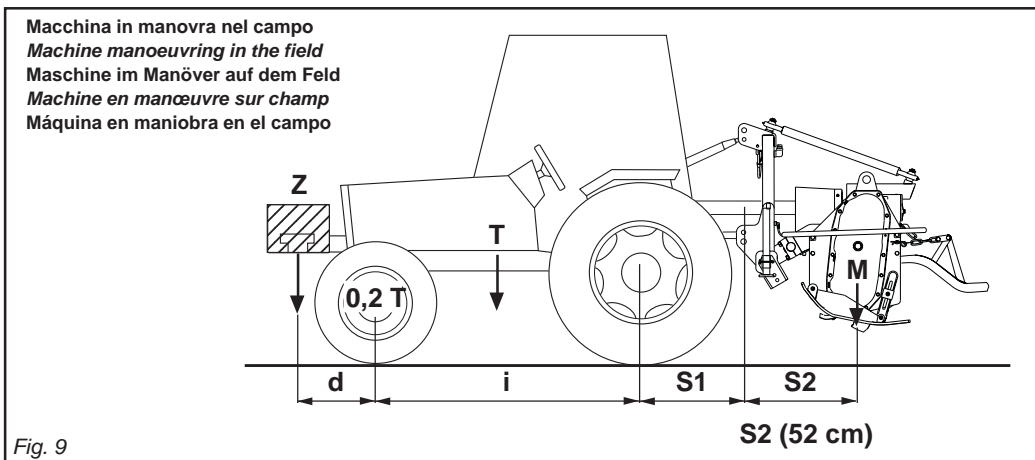

Fig. 9
3.5 VERIFICA CAPACITÀ DI SOLLEVAMENTO E STABILITÀ DELLA TRATTORE ABBINATA ALLA MACCHINA (Fig. 9)
3.5 CHECK THE LIFTING CAPACITY AND STABILITY OF THE TRACTOR TO WHICH THE MACHINE IS HITCHED (Fig. 9)
3.5 PRÜFUNG DER HUBKRAFT UND STANDSICHERHEIT DES MIT DER MASCHINE VERBUNDENEN TRAKTORS (Abb. 9)
3.5 CONTROLE DES CAPACITÉS DE LEVAGE ET STABILITÉ DU TRACTEUR RELIÉ A LA MACHINE (Fig. 9)
3.5 CONTROL DE LA CAPACIDAD DE ELEVACIÓN Y LA ESTABILIDAD DEL TRACTOR ENGANCHADO EN LA MÁQUINA (Fig. 9)